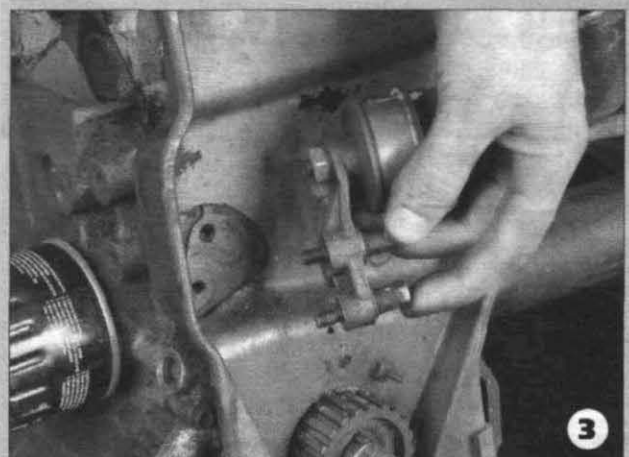

Рис. 3.41. Снятие натяжного ролика ГРМ
- сняв натяжную пружину и открутив болты крепления, снять натяжной ролик привода ГРМ (рис. 3.41);